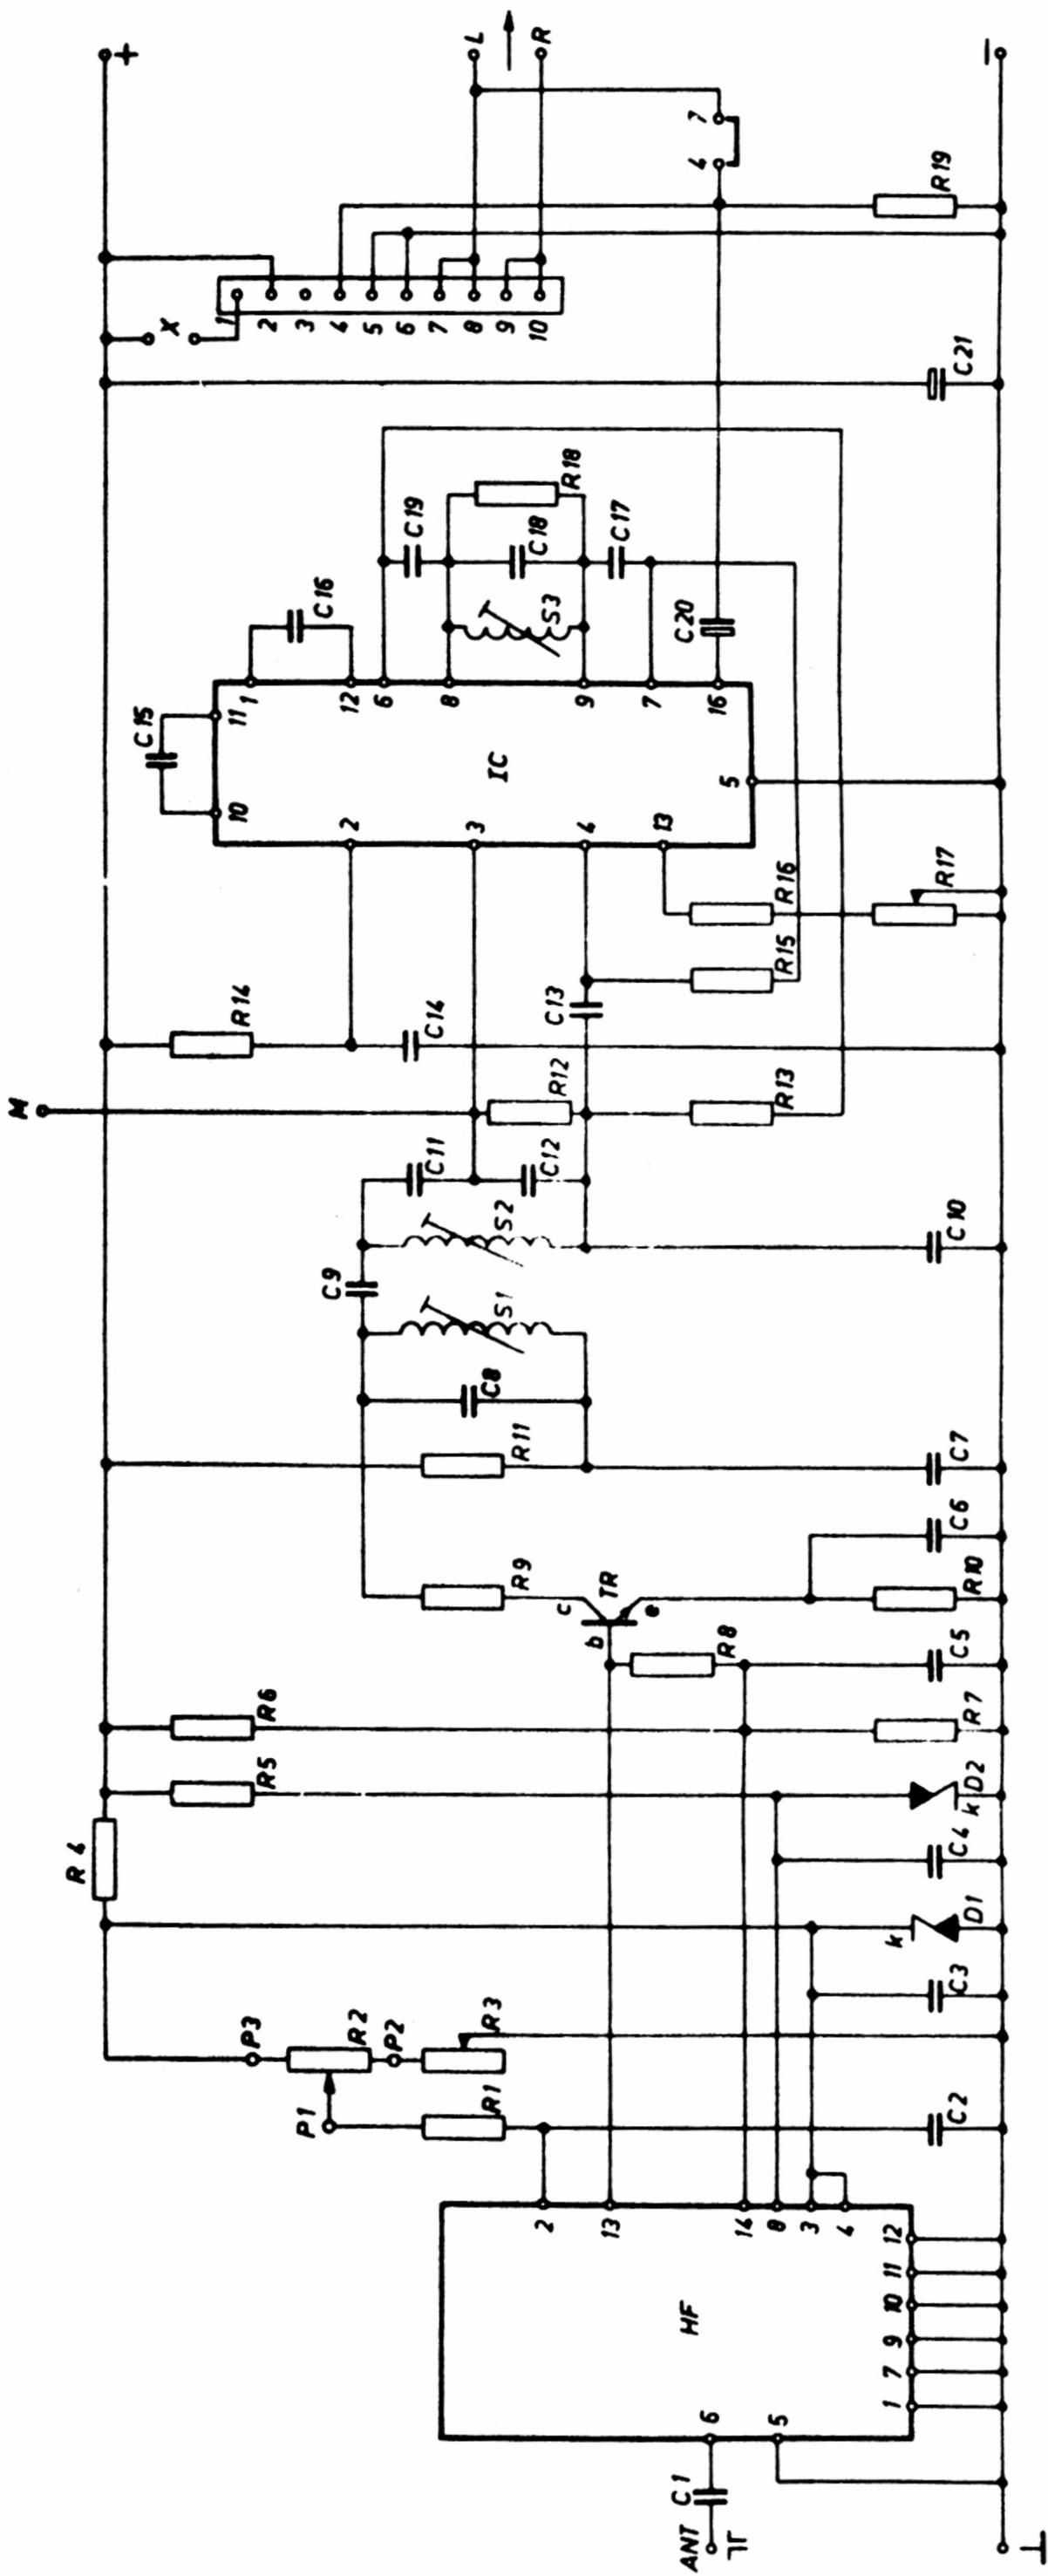

Abb. 15
Das **Schaltbild** dieser Abstimmereinheit ist in Abb. 15 dargestellt. Die bereits montierte und abgegliche Hochfrequenz-Einheit (HF) ist ganz links eingezeichnet. Die Antenne (75 Ohm) wird zwischen den Anschlüssen 6 und 5 angeschlossen und die Speisespannungen zwischen den Punkten 3–4 und 8. Beide Spannungen werden durch die Zenerdiode D 1 und den Stabilisator D 2 stabilisiert. Die zwei abgestimmten Kreise im HF-Modul enthalten Abstimmioden, deren Kapazität mit einer Gleichspannung variiert werden kann. Diese wird vom separat beigelegten Potentiometer R 2 geliefert und über R 1 an den Anschluß 2 gelegt. Das Abstimmpotentiometer R 2 für voreinstellbare Senderwahl kann auch durch Spindelpotentiometer ersetzt werden. Mit dem Einstellpotentiometer R 3 wird der richtige Regelbereich gewählt. Den Ausgang des HF-Moduls bildet eine (eingebaute) Spule, die mit den Anschlüssen 13 und 14 verbunden ist. Das vom Transistor TR verstärkte ZF-Signal wird einem ZF-Bandfilter, bestehend aus den Spulen S 1 und S 2 und deren Koppelkondensator C 9, zugeführt, das auf 10,7 MHz abgeglichen werden muß. Dieses Filter wird über einen kapazitiven Spannungsteiler C 11/C 12 mit dem IC (Anschlüsse 3 und 4) verbunden, der das Signal verstärkt und demoduliert, mit Hilfe der „externen“ Komponenten S 3, C 17, C 18, C 19 und R 18. An Anschluß 16 steht das Niederfrequenz-Ausgangssignal zur Verfügung, dessen Größe mit R 17 (zwischen 0 und 300 mV) geregelt werden kann. Bei Verwendung des Stereo-Decoders EB 7411 wird 150 mV benötigt, dann steht R 17 in der Mittelstellung. Falls kein Decoder angeschlossen wird, erreicht das NF-Signal über die Drahtbrücke 4–7 den Anschlußpunkt L (links/Mono). Bei Benutzung des Stereo-Decoders EB 7411 entfällt die Verbindung 4–7 und das NF-Signal wird dem Anschluß 4 des Decoders zugeführt. Dieser decodiert ein Stereo-NF-Signal in zwei separate Signale, die dann zwischen den Anschlüssen 7–8 (links) und 9–10 (rechts) zur Verfügung stehen. Der Kondensator C 15, zwischen den Anschlüssen 10 und 11 des IC's, besorgt die Dé-emphasis. Bei Mono muß der Wert dieses Kondensators größer sein als bei Stereo. Das Rechteck mit den Ziffern 1 bis 10, rechts im Schaltbild, stellt die Steckerleiste für den Stereo-Dekoder EB 7411 dar.